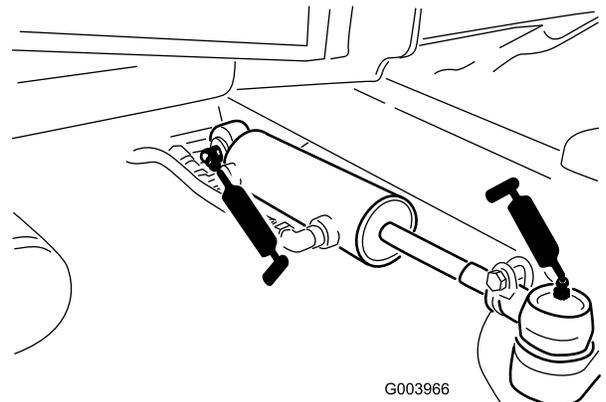

Bild 49
- Lenkzylinder-Kugelgelenke (2) (Bild 49)